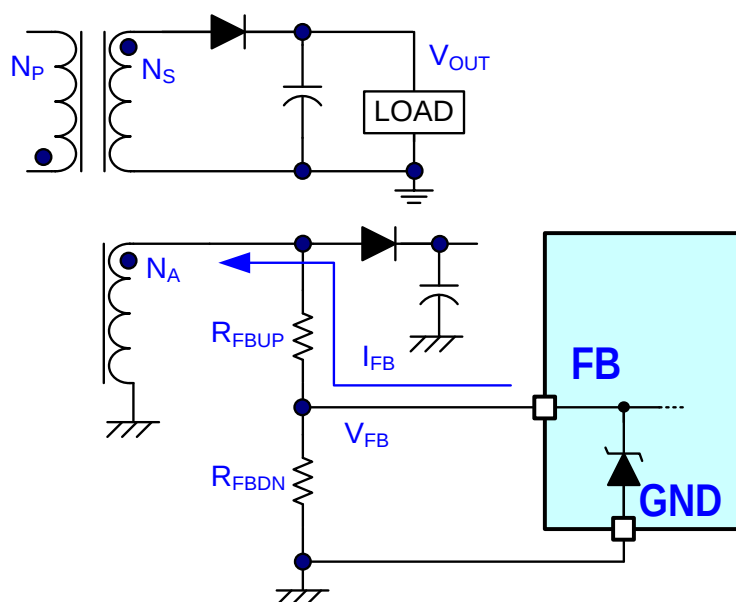

图 6. FB Pin 侦测电路
- (1), (3) ASW 截止后, LD5780 透过 FB 判断 ZVS 是否为 Failed(FB 电路如图 6)
- (2), (4)当判定未达成 ZVS，控制器延长 ASW on-time 以增加负向 ILM
- (5)重新判定 ZVS 状态，确认零电压切换(ZVS)达成
- (6)控制器将 ASW 导通时间(on-time)设定为固定值